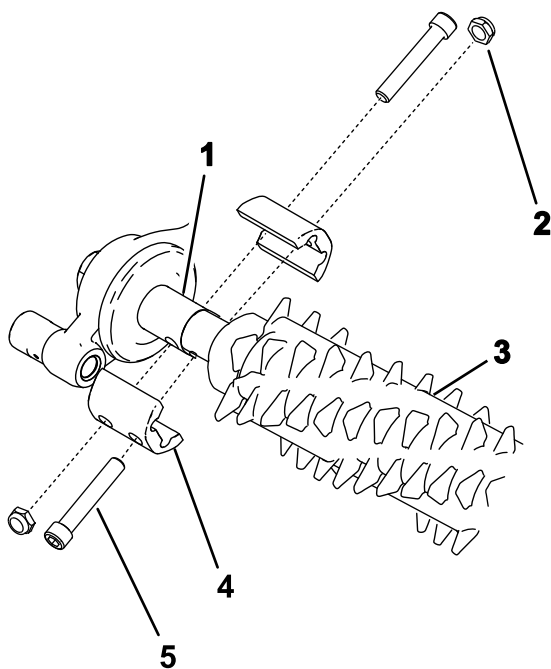

図 25
2. グルーミングリールアセンブリを、駆動ボックスとアイドラアセンブリとの間にセットする図 25。
4. **図 25**にある、グルーマアセンブリを固定しているボルトを本締めし5-7 N·m0.56-0.69 kg.m 46-60 in-lbにトルク締める。